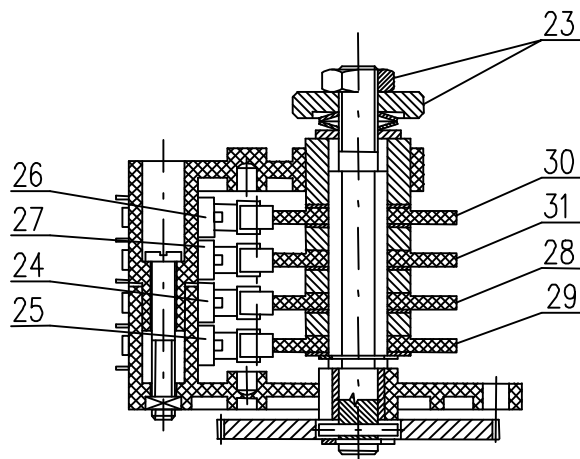

Рис.4
4.2 Установка узла положения и сигнализирования (рис.4)
ЭП из завода-производителя установлен на жесткий ход (на основании спецификации), приведенной на заводской табличке. При установке, наладивании и перестановке ЭП поступайте следующим образом (рис.4):